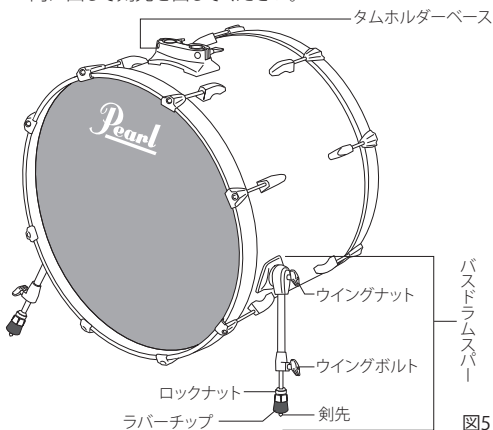

図5
4. タムホルダーベースを上にしてバスドラムを床に置きます。バスドラムスパーのウイングナットをゆるめ、図5の位置にくるように回転し、ウイングナットを締めて固定します。次にウイングボルトをゆるめ、フロント側のフープが床から2cmほど浮くようにスパーを伸ばします。このとき左右のスパーが同じ長さになるようにしてください。バスドラムスパーは床とのズレを防止する剣先を装備しています。必要に応じてロックナットとラバーチップを時計方向に回して剣先を出してください。